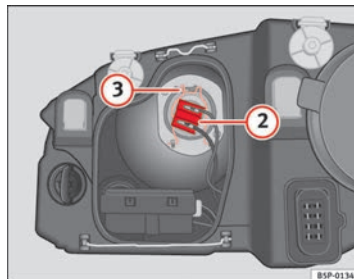

Fig. 189 Anabbaglianti
- Estrarre il connettore ⇒ fig. 189 ② della lampada.
- Sganciare la molla di ritegno ⇒ fig. 189 ③ premendo verso l'interno e a destra.